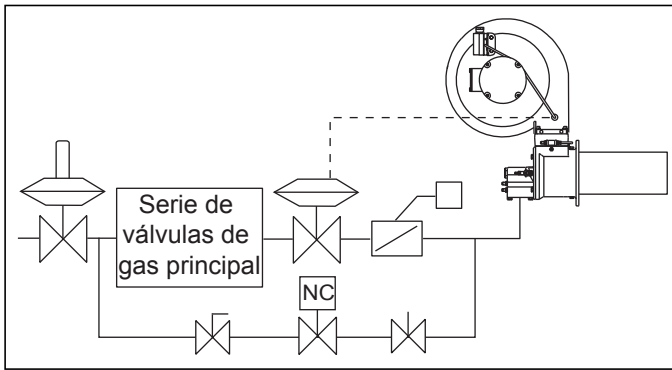

Figura 3.7 Regulador de presión de gas de paso a través del regulador de presión de gas principal
- Conecte la línea de gas principal por debajo del regulador de gas principal. (ver la figura 3.7)